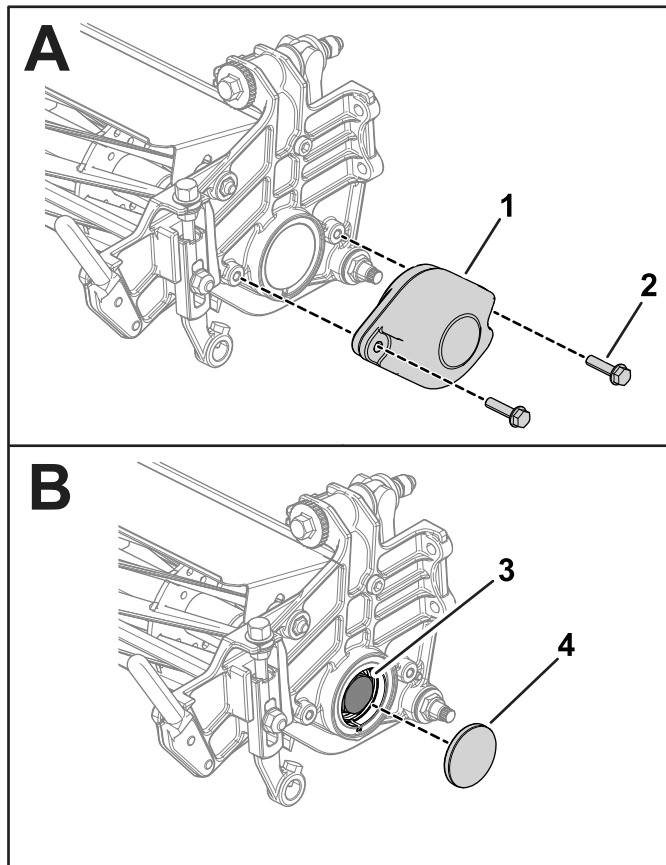

图 3
3. 从剪草高度臂上卸下剪草高度调节螺丝和滚筒安装螺丝图 3。
4. 从将配重块固定到滚刀组侧板上的 2 个螺母由侧板固定中拧下 2 个螺栓 5/16 x 2¼ 英寸。拆下配重块  图 3。
6. 卸下盖子并露出轴承螺母 图 3。
7. 从滚刀轴上卸下轴承螺母 图 3。